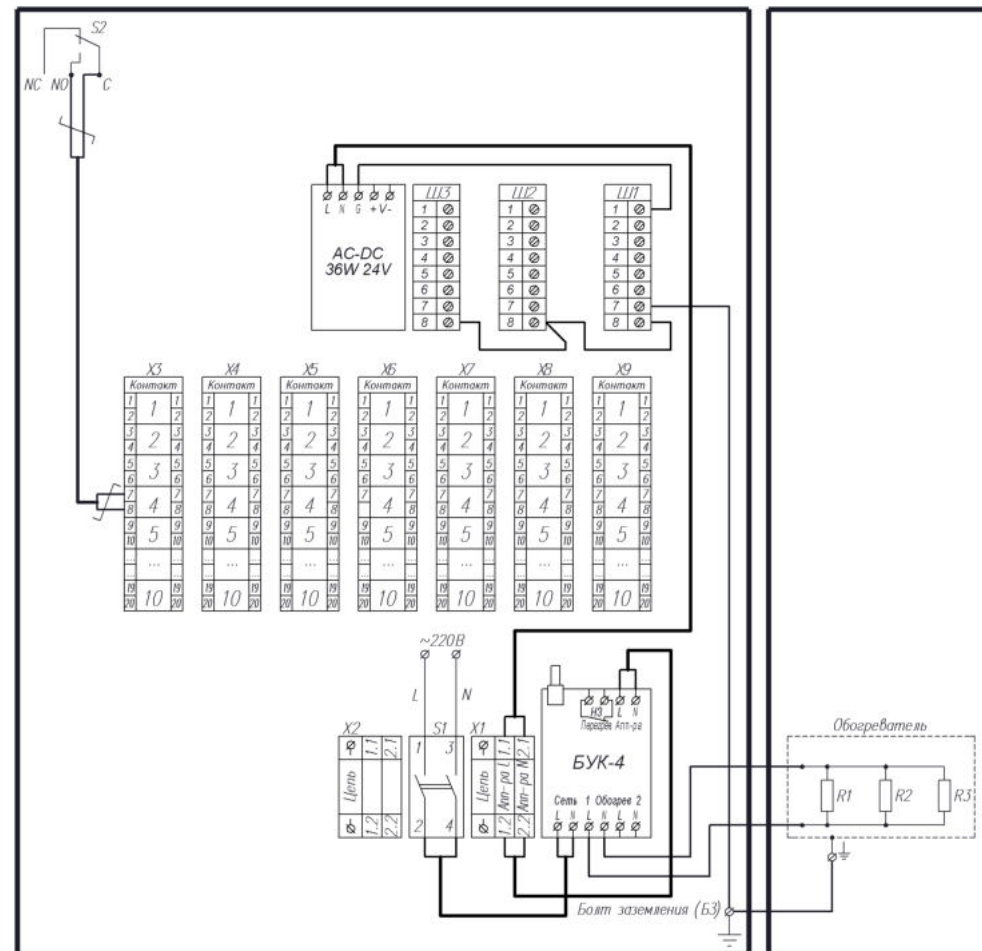

Рис.2 Схема электрическая принципиальная.
Подключение цепей термощкаша производится в соответствии со схемой электрической принципиальной (рис.2). Для подключения необходимо:
2. Подключить кабель питания видеокамеры к AC/DC преобразователю, соблюдая полярность (рис.2).